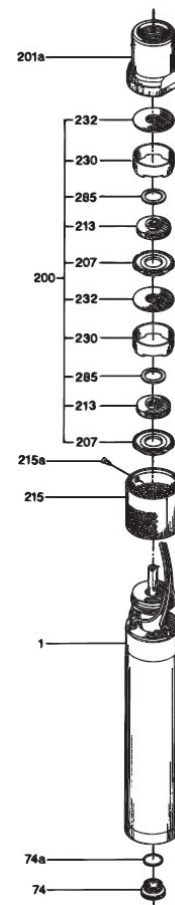

Abb. 12 Komponenten der Pumpe
Verfahren (siehe Abb. 12):
7. Schieben Sie das Pumpengehäuse (Pos. 201a) über die Verschleißteile einschließlich der Laufräder (Pos. 200) und schrauben Sie es auf den Saugstutzen am Motor (Pos. 1). Siehe Abb. 12.